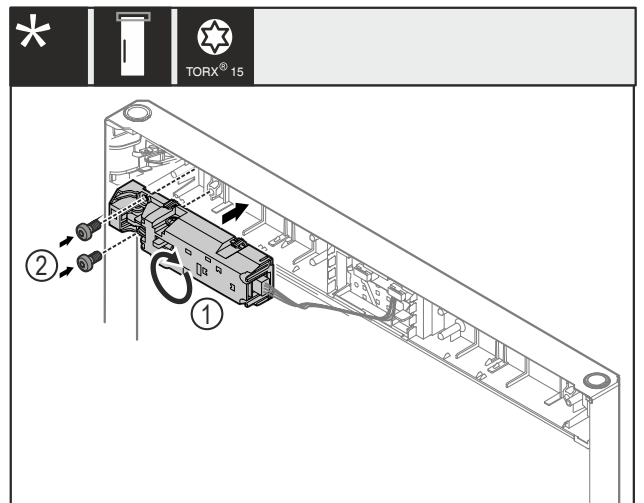

Fig. 24
- Vergrendeling op afstand Fig. 24 (1) 180° draaien en op de tegenoverliggende zijde monteren.
- Vergrendeling op afstand Fig. 24 (1) met schroef Fig. 24 (2) bevestigen.